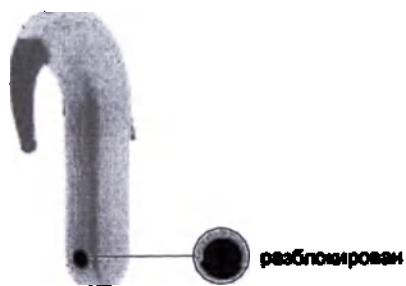

Рис. 6 Замок крышки блока элементов питания в открытом положении
Прежде чем сдвигать вниз SONNET крышку блока элементов питания, убедитесь, что замок SONNET крышки блока элементов питания находится в открытом положении (разблокирован), как показано на Рис. 6. Если он находится в положении блокировки, используйте поставляемую MED-EL отвертку, чтобы повернуть замок против часовой стрелки в положение разблокировки.
1. Убедитесь, что замок крышки блока элементов питания находится в открытом положении (разблокирован), как показано на Рис. 6. Если он находится в положении блокировки, используйте поставляемую MED-EL отвертку, чтобы повернуть замок против часовой стрелки в положение разблокировки.
3. Убедитесь, что замок крышки блока элементов питания находится в открытом положении (разблокирован), как показано на Рис. 6. Если он находится в положении блокировки, используйте поставляемую MED-EL отвертку, чтобы повернуть замок против часовой стрелки в положение разблокировки.